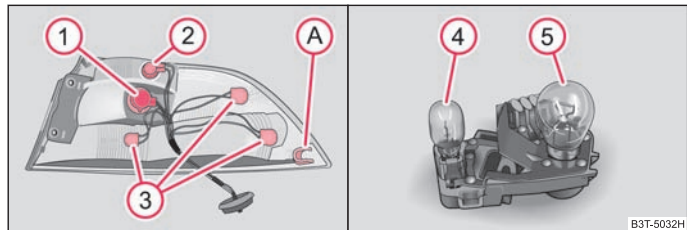

Fig. 215 Parte exterior de la unidad de luces posteriores: Bombillas / parte interior de la unidad de luces posteriores: Lámparas
- Al montarla, introduzca primero la unidad de luces posteriores junto con el alojamiento (A) ⇒ página 263, fig. 215 hacia delante sobre un perno en la carrocería.
- A fin de cambiar una bombilla del faro de marcha atrás ④ ⇒ fig. 215, saque la bombilla defectuosa del portalámparas y coloque una nueva.
- Para cambiar la bombilla de la luz posterior antiniebla ⑤ ⇒ fig. 215, gire la bombilla defectuosa hacia la izquierda, hasta el tope, y retírela.
Posición de montaje de las bombillas en la unidad de luces posteriores exterior ⇒ fig. 215 - lado izquierdo.
Posición de montaje de las bombillas en la unidad de luces posteriores interior ⇒ fig. 215 - lado derecho.